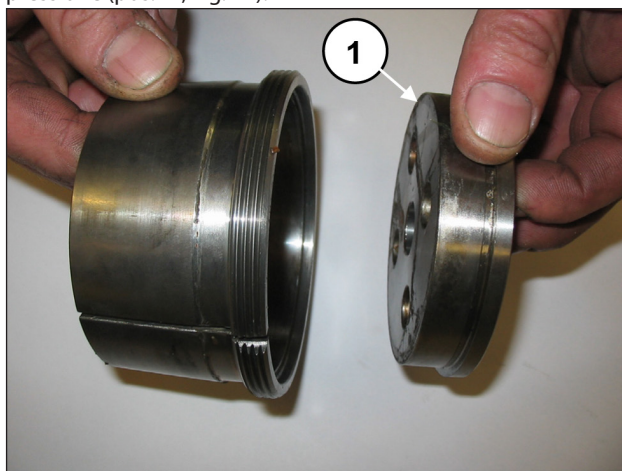

Fig. 21
Separare la flangia bloccaggio bussola dalla bussola di pressione (pos. ①, Fig. 21).